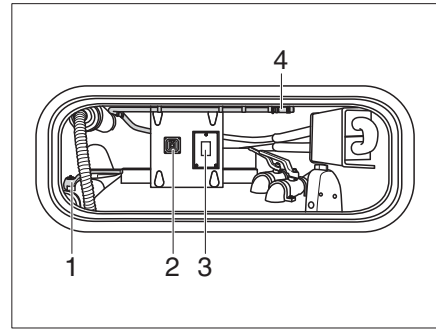

Fig. 303 Rincer la cassette des toilettes avec broyeur (vue dans le compartiment de rangement)
- Ouvrir le robinet de vidange (Fig. 303,1).
- Appuyer sur l'interrupteur (Fig. 303,3).
- Actionner l'interrupteur (Fig. 303,2) pour la pompe de vidange.
- Décrocher le tuyau de nettoyage du réservoir (Fig. 303,4) dans le compartiment de rangement et le brancher à un raccord d'eau.
- Après le rinçage, détacher le raccord d'eau et ranger le tuyau de nettoyage du réservoir (Fig. 303,4).
- Fermer le robinet de vidange (Fig. 303,1).